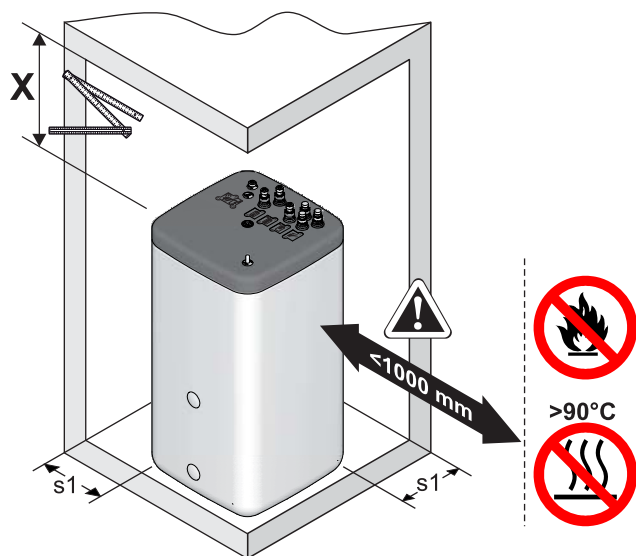

Fig. 4-2 Installation du ballon d'eau chaude (représenté à l'exemple du HybridCube)
- Installer le ballon d'eau chaude sur l'emplacement d'installation. **Distance recommandée** au mur (s1) : ≥ 200 mm (fig. 4-2).